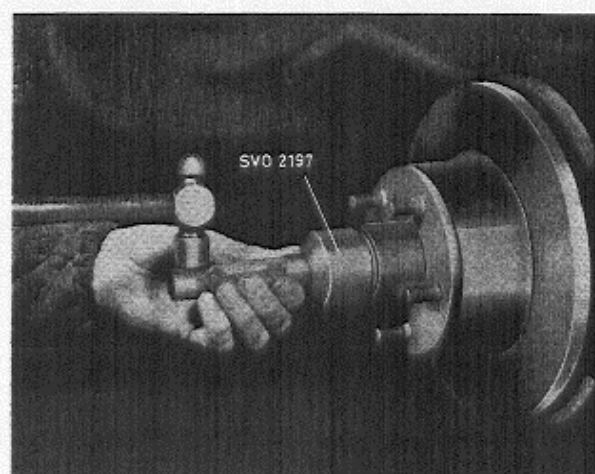
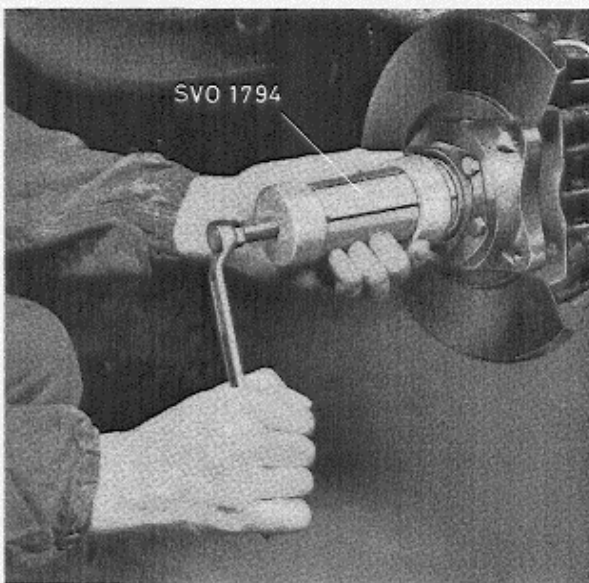

Abb. 15 Ausbau der Fettbuchse
Abb. 17 Ausbau des inneren Lagers
4. Fettbuchse mit Werkzeug SVO 2197 (Abb. 15) ausbauen. Splint und Kronenmutter entfernen. Nabe mit Abziehvorrichtung SVO 1791 (Abb. 15) abziehen. Das innere Lager vom Achsschenkel mit der Abziehvorrichtung SVO 1794 (Abb. 17), falls das Lager noch fest sitzt, abziehen.